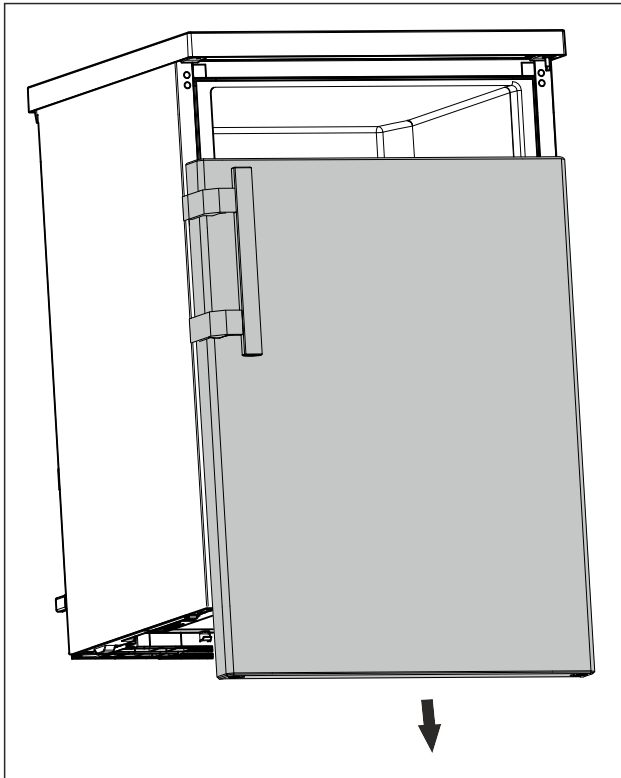

Fig. 16
- ▶ Vrata snemite navzdol. (glejte Fig. 16)